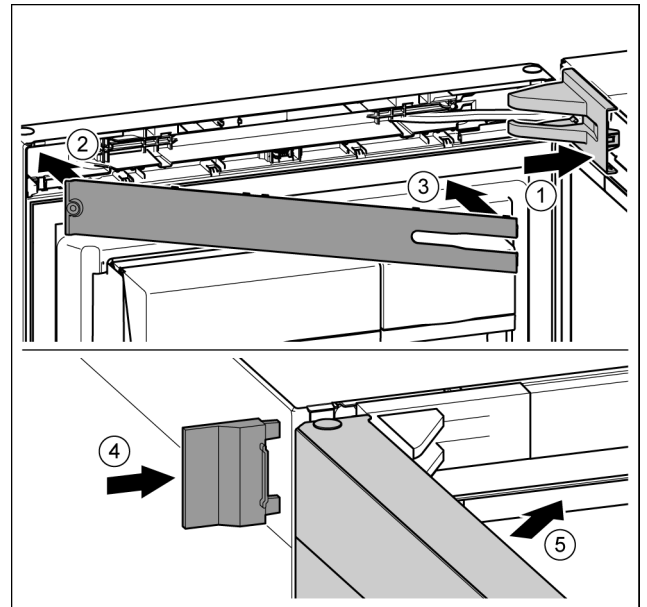

Fig. 43
- ▶ Крышку опорного кронштейна установить и зафиксировать, при необходимости, осторожно разжать. Fig. 43 (1)
- ▶ Установить накладку. Fig. 43 (2)
- ▶ Наклонить и защелкнуть накладку. Fig. 43 (3)
- ▶ Надвинуть внешнюю крышку. Fig. 43 (4)
- ▶ Заккрыть верхнюю дверь. Fig. 43 (5)